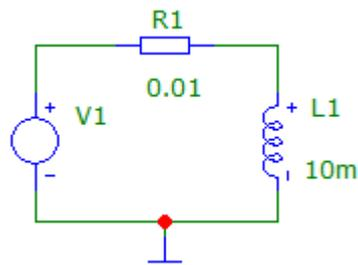

Рис. 6.2 – Схема для исследования катушки индуктивности с источником переменного напряжения
8. Собрать схему для исследования процессов в индуктивности при подключении источника переменного (синусоидального) напряжения (Рис. 6.2). Источник  $V1$  типа *Voltage Source*, вкладка *SIN*. Амплитуда синусоидального сигнала  $VA = 10$  В, частота  $F0 = 100$  Гц. Индуктивность катушки  $L1 = 10$  мГн.